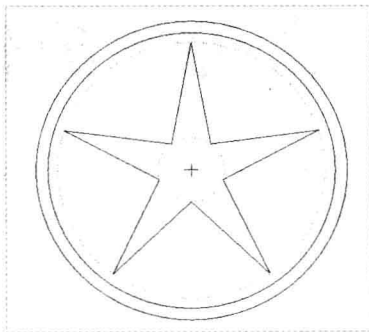

图 2-117 绘制星形
Step 06 在“草绘器调色板”对话框中单击“关闭”按钮，然后删除绘图区的中心线，即可完成星形的绘制，如图 2-117 所示。